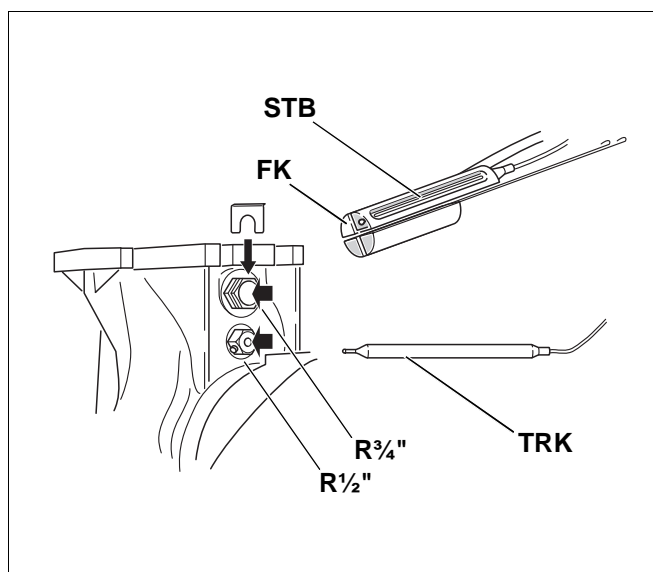

Рис. 52
- Вставить его в гильзу R $\frac{1}{2}$ " и зафиксировать винтом (рис. 52).
- Датчики **STB** (предохранительного ограничителя температуры) и Logamatic **FK**, а также две заглушки вставить в гильзу R $\frac{3}{4}$ " и зафиксировать (рис. 52).